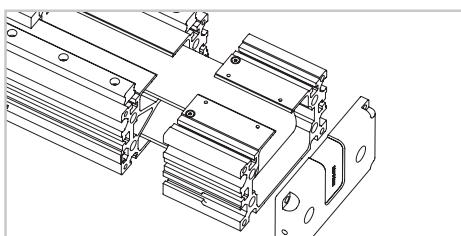

Abb. 12
- 13) Trennen Sie den Umlenkkopf vom Profil und entfernen Sie die Riemscheibe (Abb. 12).